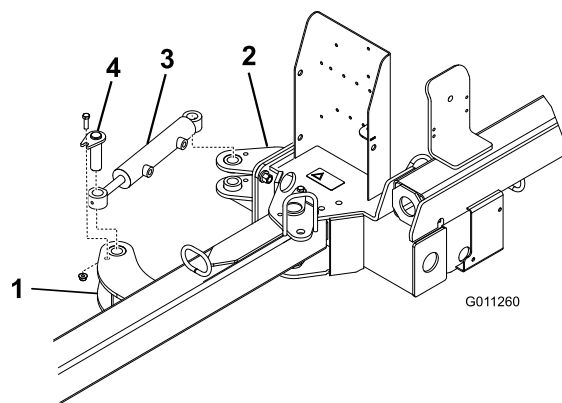

図 6
2. 油圧シリンダのそれぞれの端をアクチュエータ・タブに取り付ける；ピン・アセンブリ、 $3/8 \times 1-1/4$  in ボルト、 $3/8$  in フランジ・ナットを使用する (図 6)。シリンダ・ロッドの端部 (作動側) を前側のアクチュエータ・タブに取り付けること。